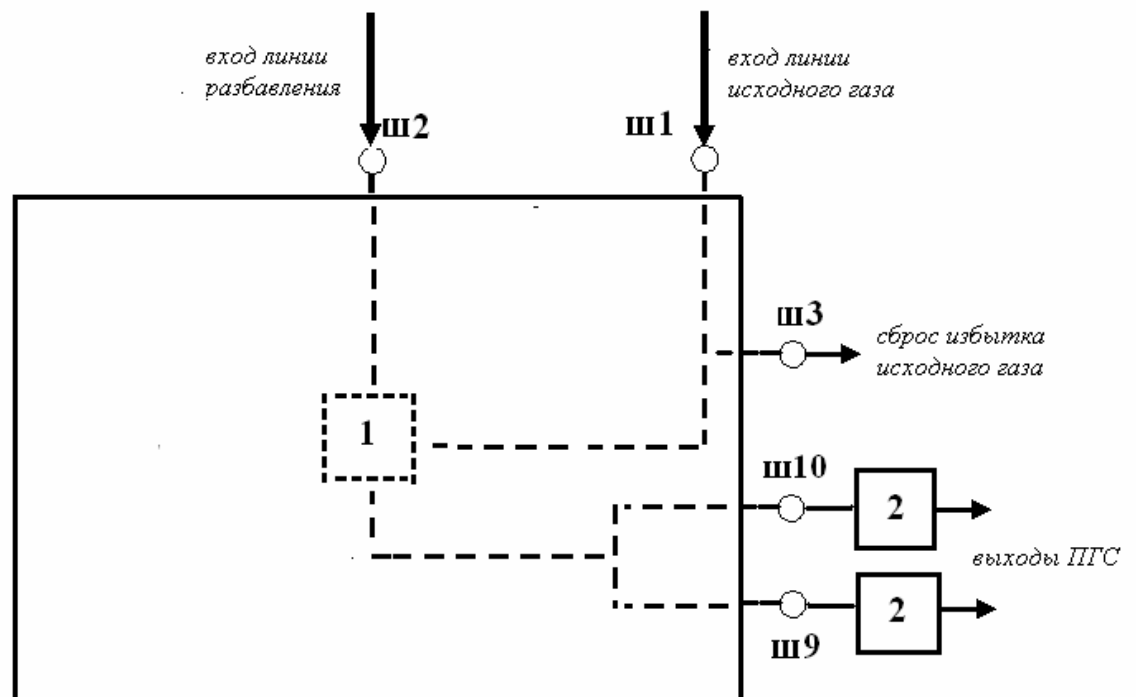

Рисунок 1. Упрощённая пневматическая схема генератора-разбавителя
1.4.2 Исходный газ подаётся на штуцер ш1 и поступает в смеситель 1 (рисунок 1) при помощи встроенного в БУП побудителя расхода. Избыток исходного газа сбрасывается в вытяжной шкаф через штуцер ш3.